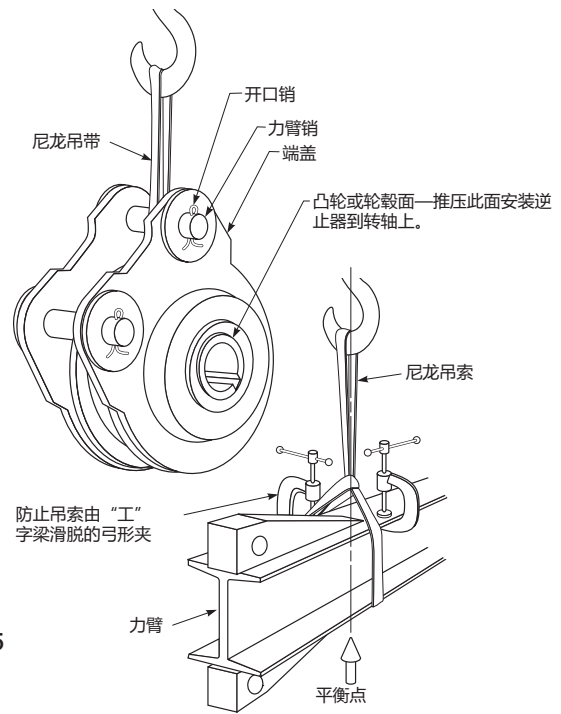

图 5
提吊说明——见第5页图5。扭力臂销轴应用开口销锁定以免发生轴向滑动。按如图所示吊起扭力臂, 并用弓形夹或类似装置防止吊索滑脱。
4. 参见第5页图5，将逆止器提起，滑装到转轴上。轴向力只能作用于逆止器轮毂面上。必须将逆止器定位使其满足最小配合长度的要求，最小配合长度根据逆止器和孔径尺寸的不同而变化，取下列长度的大者：
1. 如第5页图5提起扭力臂，用随逆止器提供的扭力臂销轴和开口销将其连接到逆止器上，锁定开口销。